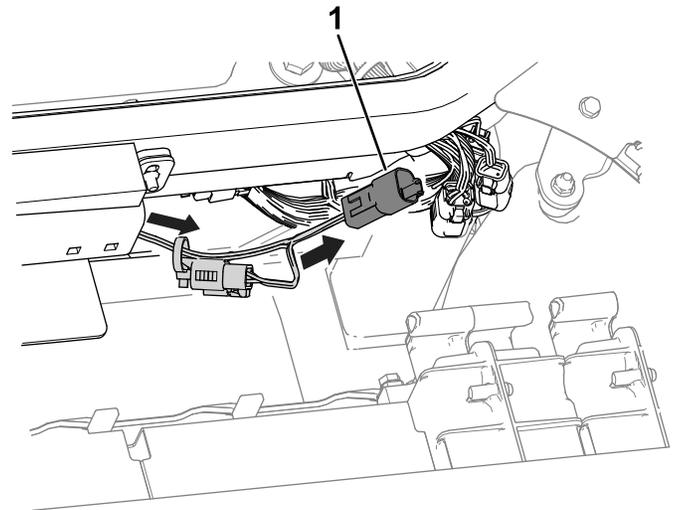

**Bild 2**
2. Verwenden Sie die vorhandenen Muttern des Rückfahralarms, um die Ringkabelschuhe des Kabelbaums am Rückfahralarm zu befestigen (**Bild 2**).